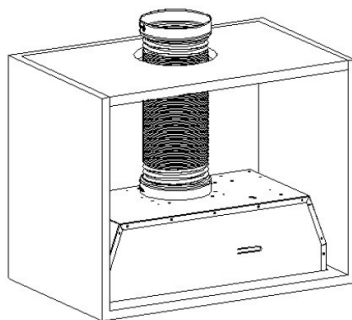

Рис. 5
3. Встановіть подовжувальну трубу в отвір для виходу повітря, а потім виведіть її назовні. Див. рис. 5.